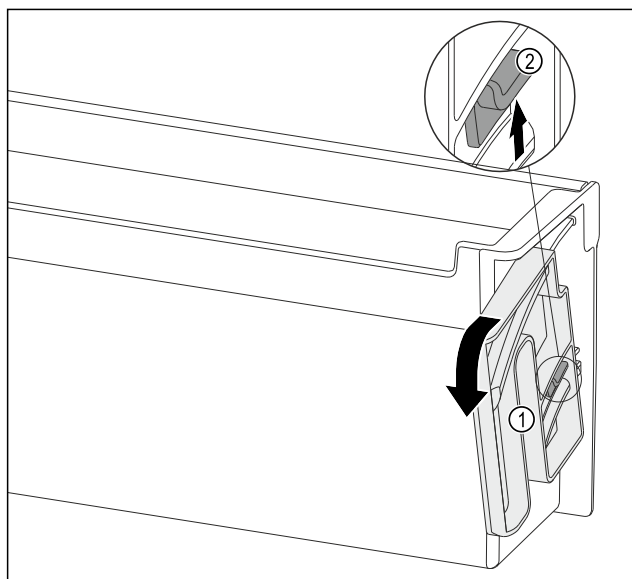

Fig. 94
- Ruotare l'unità di rotazione Fig. 94 (1) nella direzione indicata fino all'arresto.
- Premere la linguetta Fig. 94 (2) verso l'alto e rimuovere l'unità di rotazione Fig. 94 (1).